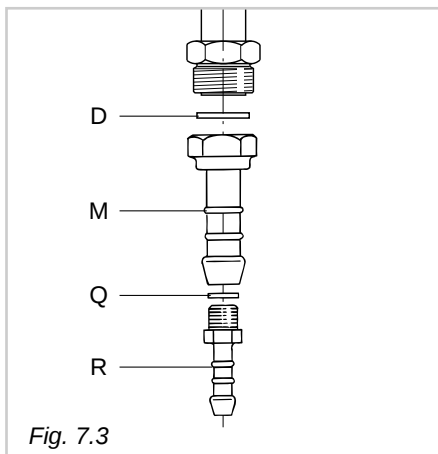
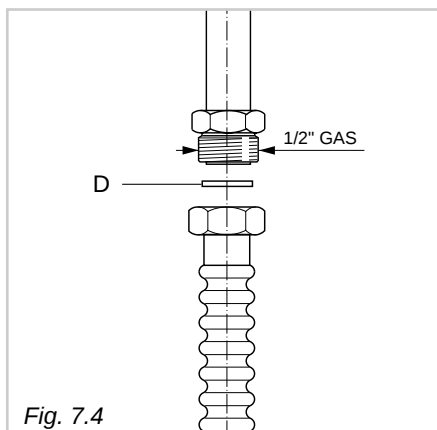

Fig. 7.3
Fig. 7.4
- Montare il raccordo portagomma “M” interponendo la guarnizione di tenuta “D” (fig. 7.3).
- Montare la riduzione “R” con interposta la guarnizione “Q” (fig. 7.3).
Il gruppo di raccordo (fig. 7.3) si compone di:
Per effettuare il collegamento gas è necessario togliere il portagomma "M" (fig. 7.3) ed avvitare direttamente sulla rampa il terminale del tubo metallico interponendo la guarnizione "D" (fig. 7.4).
Le guarnizioni D e Q (fig. 7.3 - 7.4) sono gli elementi che garantiscono la tenuta della connessione raccordo-rampa.